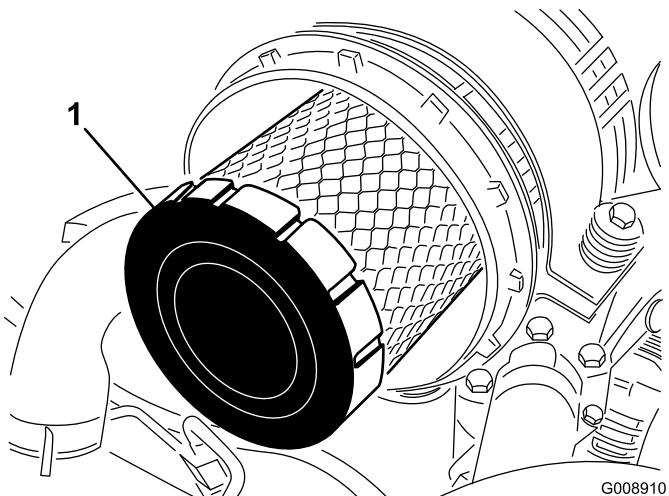

Figure 60
4. Déposez et remplacez le préfiltre (Figure 60).